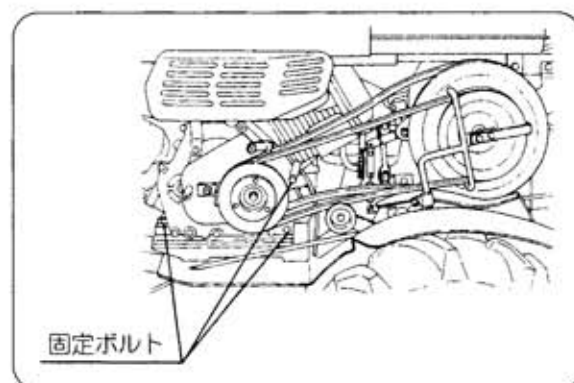

図43
- ⑥ ベルトの摩耗が著しいときや破損しているときは、ベルトを交換してください。交換するときは、LA-40 2本 LB-38 1本を同時に交換してください。(図43)